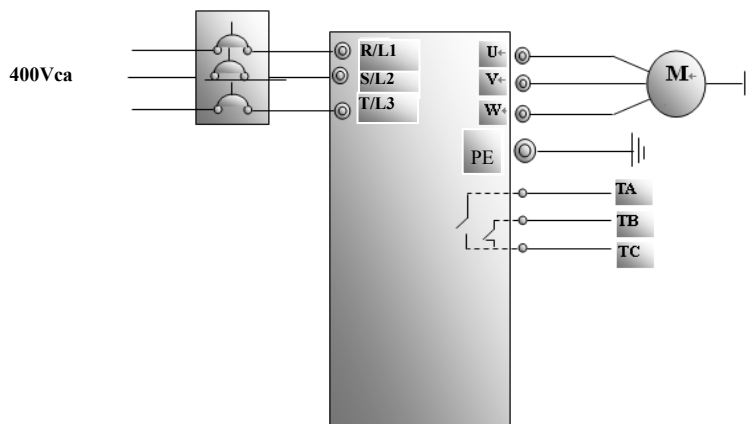

Figura 4-1 Esempio di configurazione 1
- (1) Collegare tutti i cavi come mostrato in figura 4-1. Dopo aver verificato bene la corretta sequenza dei collegamenti, chiudere l'interruttore generale e dare tensione all'inverter.
- (1) Collegare tutti i cavi come mostrato in figura 4-1. Dopo aver verificato bene la corretta sequenza dei collegamenti, chiudere l'interruttore generale e dare tensione all'inverter;
- (2) Premere "Fun" per entrare nel menu di programmazione.
- (3) Adattare l'inverter ai dati intrinseci del motore: lo stesso procedimento dell'esempio 1.
- (4) Selezionare i parametri funzionali dell'inverter:
- (5) Premere e tenere premuto il pulsante "Run", il motore accelera fino a raggiungere la frequenza di jogging; finché il tasto "Run" rimane premuto l'inverter funzione nello stato di Jogging alla frequenza settata.